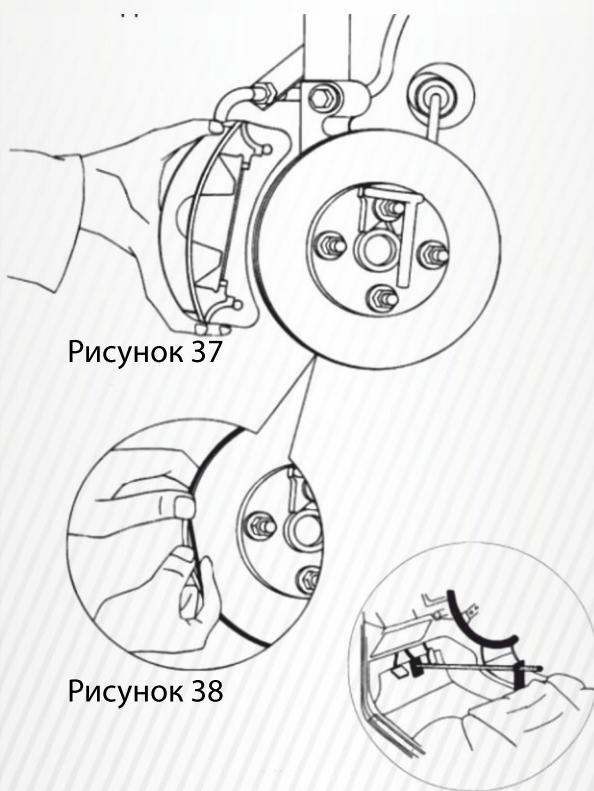

Рисунок 39
16. Установите приспособление для зажима педали тормоза, чтобы заблокировать диск (рис.39).